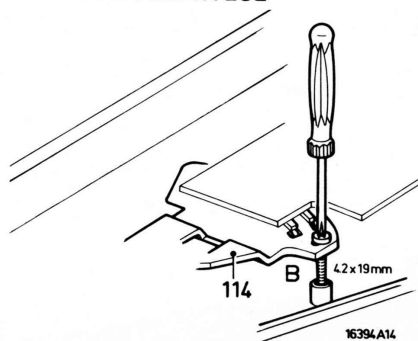

Fig. 7
**3. Adjusting the automatic stop (Fig. 7)**
## 3. Instelling automatische afslag (Fig. 7)